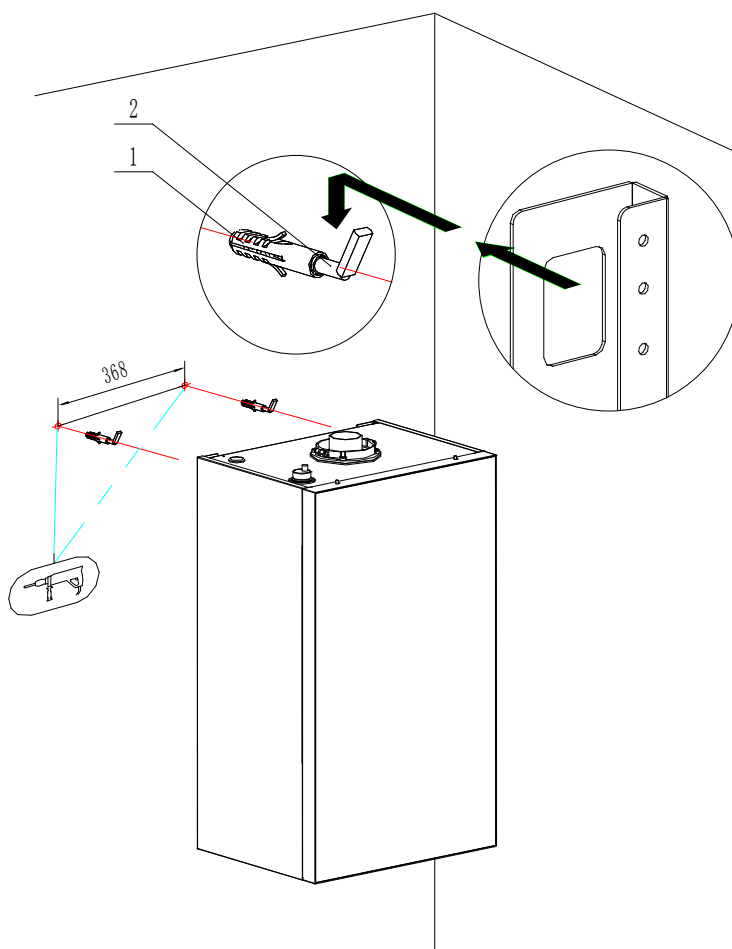

图 6
- 钻孔。参考图 6，使用尼龙膨胀管固定安装挂钩。
- 把器具后面板挂板悬挂在挂钩上，如图 6